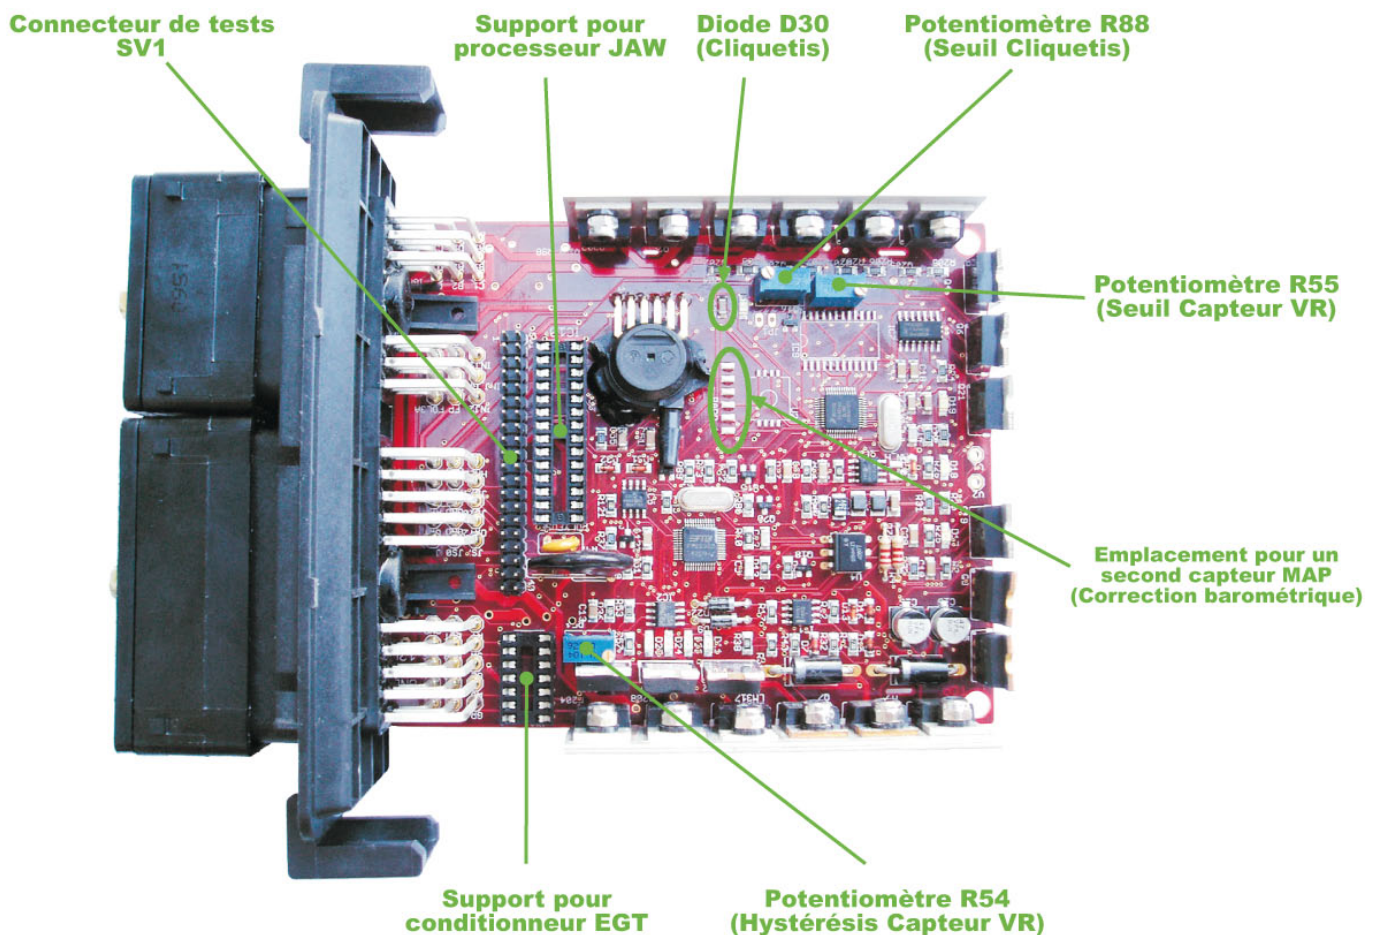

Fig. 2 - Emplacement des différents réglages et connecteurs sur le système kdFi V1.3 R98
**Centre — Droite** : Correction barométrique permanente active - un second capteur de pression absolue (capteur MAP) doit être installé. Voir la figure 2 - page 13 - pour l'emplacement de ce capteur.
Pour contrôler ou repiquer le signal, le voltage de votre détecteur de cliquetis est mesurable sur le connecteur SU1. La LED D30 (figure 2 - page 13) est utilisable comme assistance lors de la calibration du système. Elle signale qu'un événement cliquetis a été identifié et transmis au processeur de votre système de gestion kDFi.
**Le capteur additionnel doit être soudé directement sur les emplacements (pads) prévus à cet effet à côté du premier capteur MAP (voir figure 2 - page 13).**
Si vous souhaitez piloter plus d'une bobine, il faut installer des transistors d'allumage supplémentaires aux emplacements prévus à cet effet, en fonction de votre configuration moteur / allumage (voir figure 2 et paragraphe 5.8).